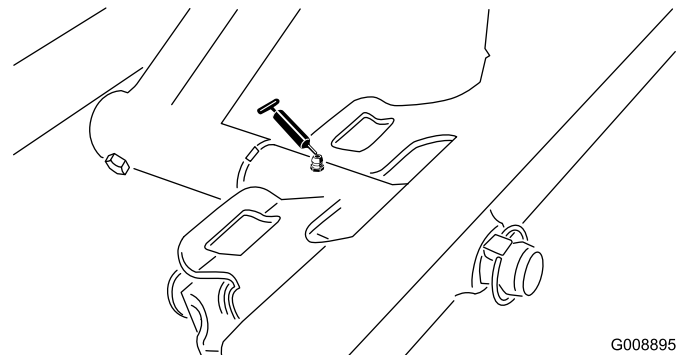

Figura 48
- Articulação da unidade de corte dianteira (Figura 48)